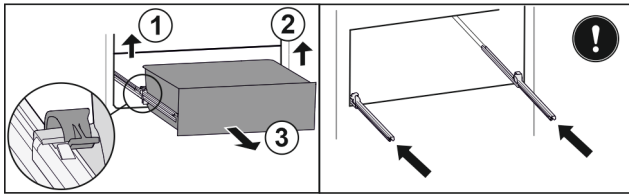

Fig. 84
- ▶ Tõstke vasakut klambrit üles ja tõmmake samaaegselt sahtlit vasakult ettepoole. Fig. 84 (1)
- ▶ Tõstke paremat klambrit üles ja tõmmake samaaegselt sahtlit paremalt ettepoole. Fig. 84 (2)
- ▶ Võtke sahtel ettepoole välja. Fig. 84 (3)